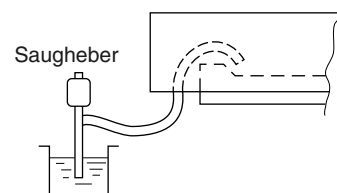

Abb. 3-15
- (3) Wasser mit einem Saugheber durch das Luftauslassgitter in die Ablaufwanne gießen. (Abb. 3-15) Den Wasserdurchfluss an der durchsichtigen Ablaufleitung überprüfen; gleichzeitig auf Undichtigkeit kontrollieren.